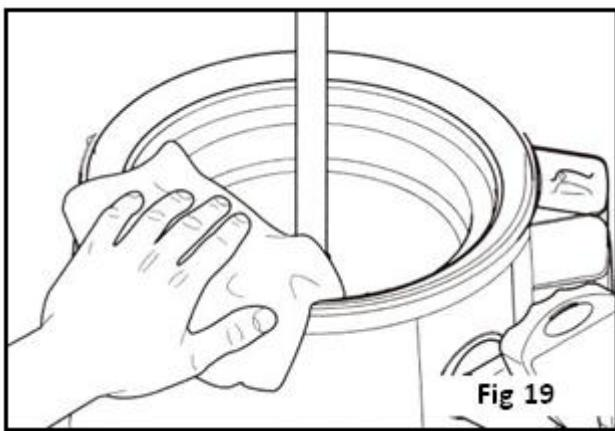

Fig 19
- Nach Entfernen des Behälters und Hahns die Oberfläche der Schale mit einem feuchten Tuch bzw. nicht scheuernden Schwamm reinigen (Abb. 19)